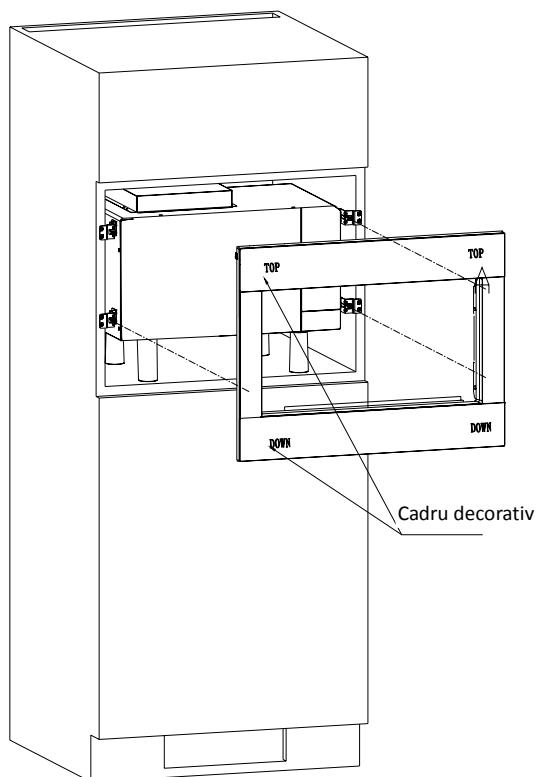

Fig 5
- e) Fixați cadru decorativ pe suporturi, aşa cum este indicat în Fig. 5.